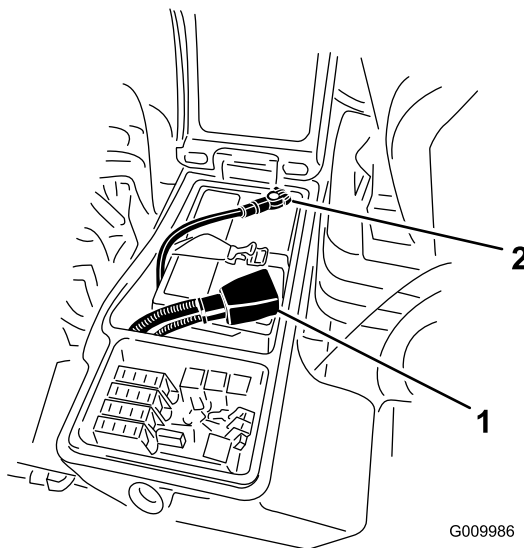

Figura 2
3. Retire o cabo negativo (preto) do terminal negativo (-) e o cabo positivo (vermelho) do terminal positivo (+) da bateria (Figura 2).